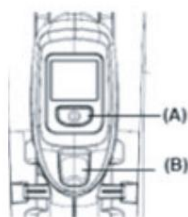

Fig 9
1. Tryk på tænd/sluk-knappen "I" på multikontroldisplayenheden for at oplyse skærmen (fig. 9).
4. Blæseren kan give maksimal lufthastighed ved at trykke på turboknappen (fig. 9).